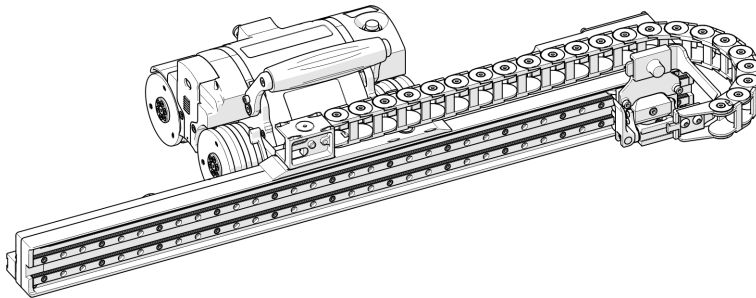

Figure 2-26 Tige d'indexation motorisée correctement montée
2. Vissez les deux boutons à ailettes noires pour sécuriser la tige d'indexation motorisée (voir la Figure 2-26 à la page 67).